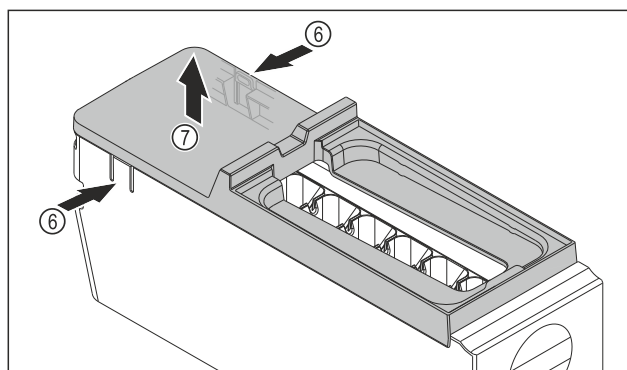

Fig. 184
- Retirer le couvercle du corps de l'EasyTwist-Ice : D'une main, pousser les languettes Fig. 184 (6) des deux côtés du corps de l'EasyTwist-Ice.
- De l'autre main, retirer le couvercle Fig. 184 (7) vers le haut.